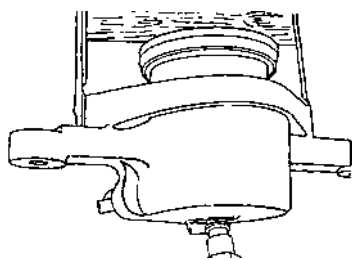

Рис. 7.36.
- вставить внутрь скобы (напротив поршня) деревянный брусок толщиной 15-20 мм и, нагнетая в цилиндр через отверстие для подвода тормозной жидкости сжатый воздух (например, насосом для накачки шин), вытолкнуть поршень из цилиндра (рис. 7.36);